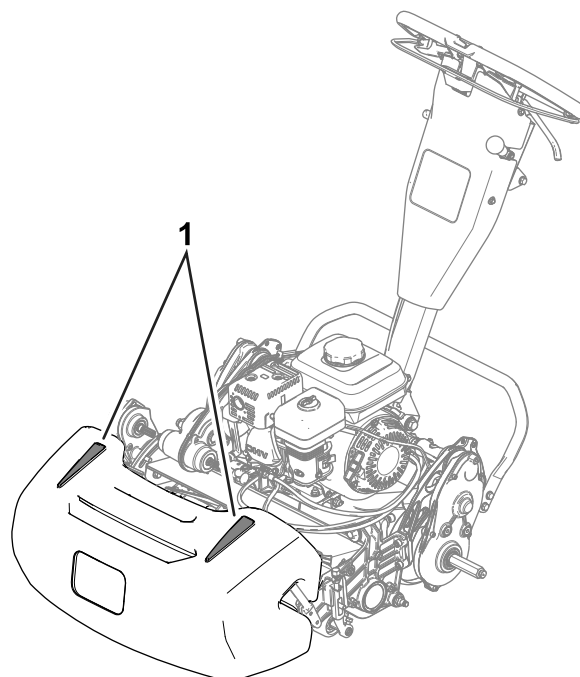

Figura 24
- Para lhe permitir cortar em linha reta ao longo do relvado, e manter máquina à mesma distância da extremidade do corte anterior, use as tiras de alinhamento existentes no cesto (Figura 24).